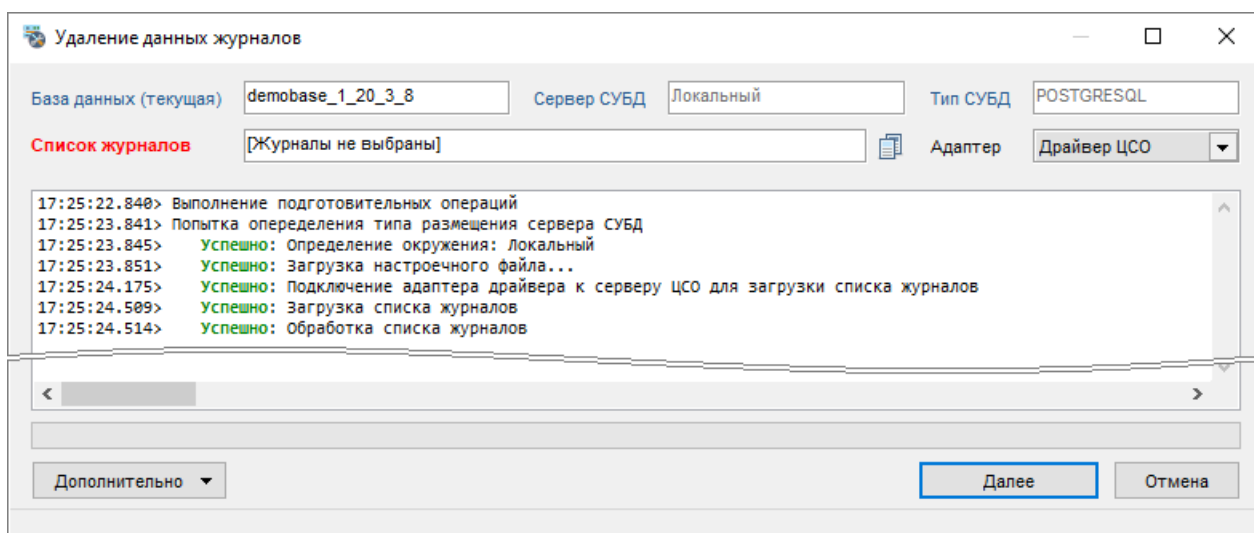
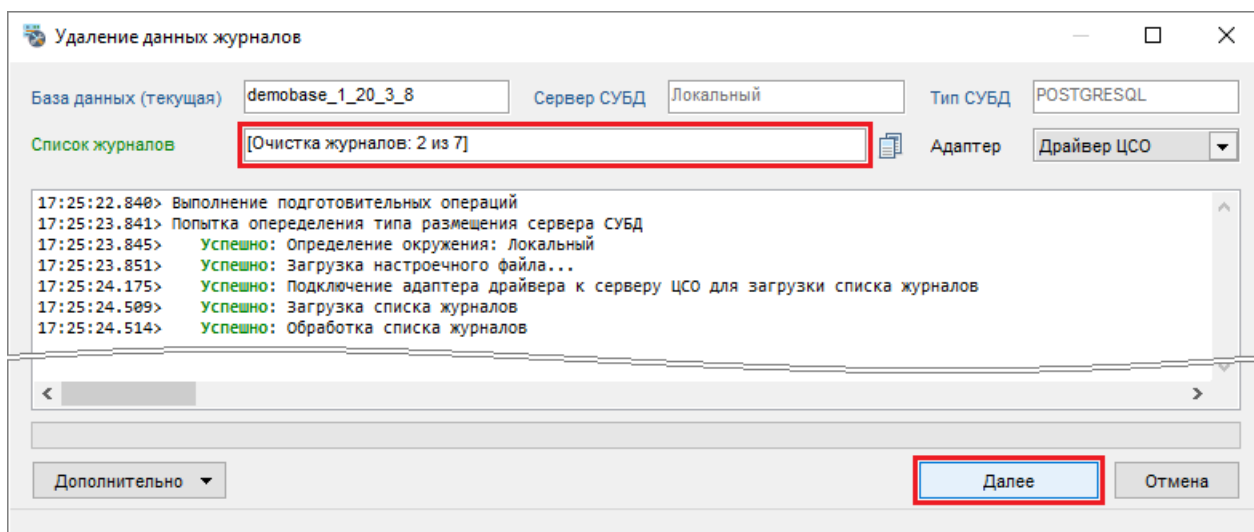

Рисунок 4-71 Окно "Удаление данных журналов"
Рисунок 4-72 Запуск предварительной проверки возможности удаления данных из журналов
- 2) в открывшемся окне «Удаление данных журналов» (см. Рисунок 4-71) выберите журналы для очистки и настройте удаление данных (см. п. 4.4.8.1), после чего нажмите кнопку «Далее» (см. Рисунок 4-72) для запуска предварительной проверки возможности удаления данных из журналов;